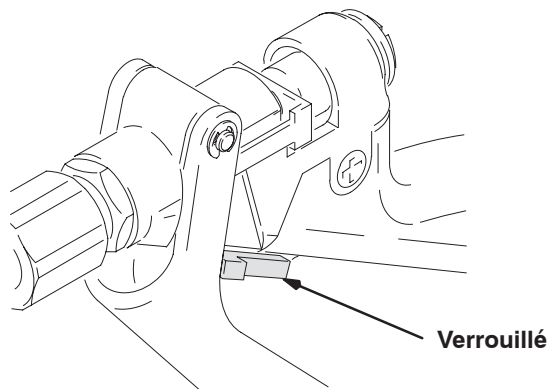

Fig. 1
1. Relâcher complètement la gâchette du pistolet et tourner le verrou vers l'avant, comme illustré Fig. 1.
Pour verrouiller la sécurité du pistolet, relâcher complètement la gâchette du pistolet et tourner le verrou vers l'avant comme illustré Fig. 1.